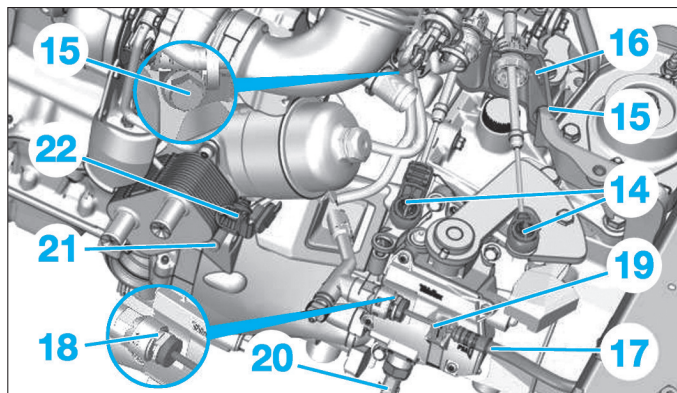

Fig. 7
- Désaccoupler les rotules (14) (Fig.7).
- Déposer les vis (15).
- Écarter le support (16).
- Tirer sur l'agrafe (18) sans la déposer.
- Désaccoupler la canalisation hydraulique (17).
- Dégrafer la canalisation (17) de l'agrafe (19).
- Débrancher le connecteur (20).
- la vis (21),
- l'agrafe (22).